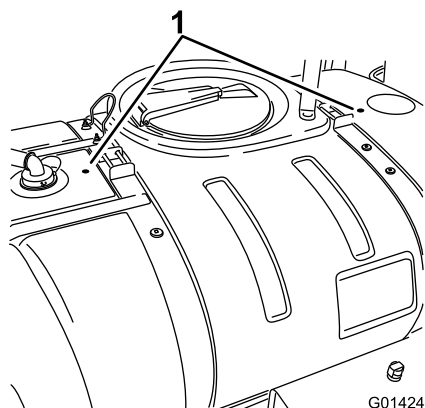

図 11
2. メイン・タンクについているドリル・マーク (2つ) を探し出す (図 11)。